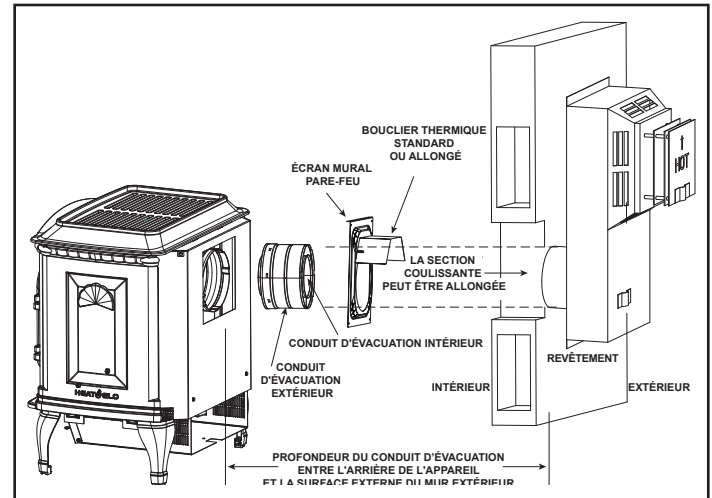

Figure 7.18 Conduit d'évacuation traversant le mur
- **NE retirez PAS** les boucliers thermiques fixés au coupe-feu de bouclier mural et à l'abat-vent horizontal (illustré à la figure 7.18).
Le bouclier thermique est composé de deux sections. L'une des sections est fixée au coupe-feu de bouclier mural en usine. L'autre partie a été fixée au chapeau de l'extrémité lors de la fabrication. Voir la figure 7.18.